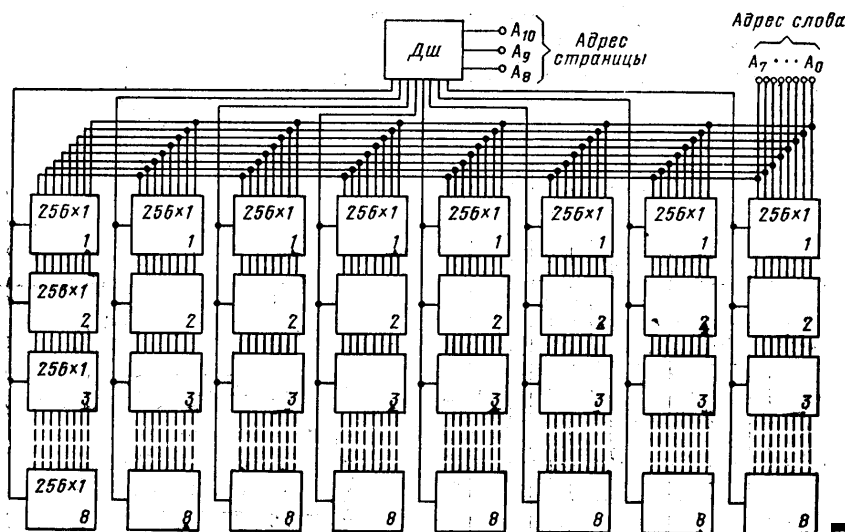

рис. 20
На рис.20 и 21 указаны только адресные цепи ОЗУ. В первом из них (рис.20) 11-разрядный адрес делится на две части: 8 разрядов подаются непосредственно на адресные входы микросхем ОЗУ, а три разряда – на дешифратор, выходы которого подключены ко входам выборки кристалла (CS), причем каждый выход – к микросхемам своей колонки.